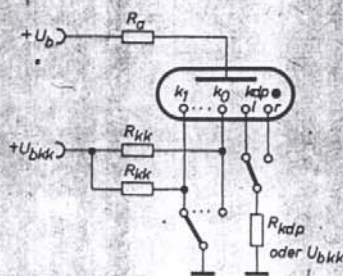

Bild 4: Meßschaltung
- 2.0. Für die Ziffernanzeigeröhren Z 590 M/Z 5900 M mit Dezimalzeichen sind folgende Betriebsvarianten möglich (Bild 4)